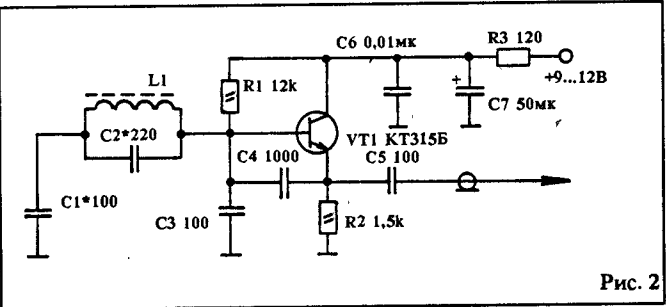

Рис. 2
2. Опыт показывает, что часто выходит из строя не сам процессор (D553C159 или OEC0018A и др.), а его резонатор. При отсутствии необходимых элементов предлагаю собрать простейший генератор, представленный на рис.2. Конструк-